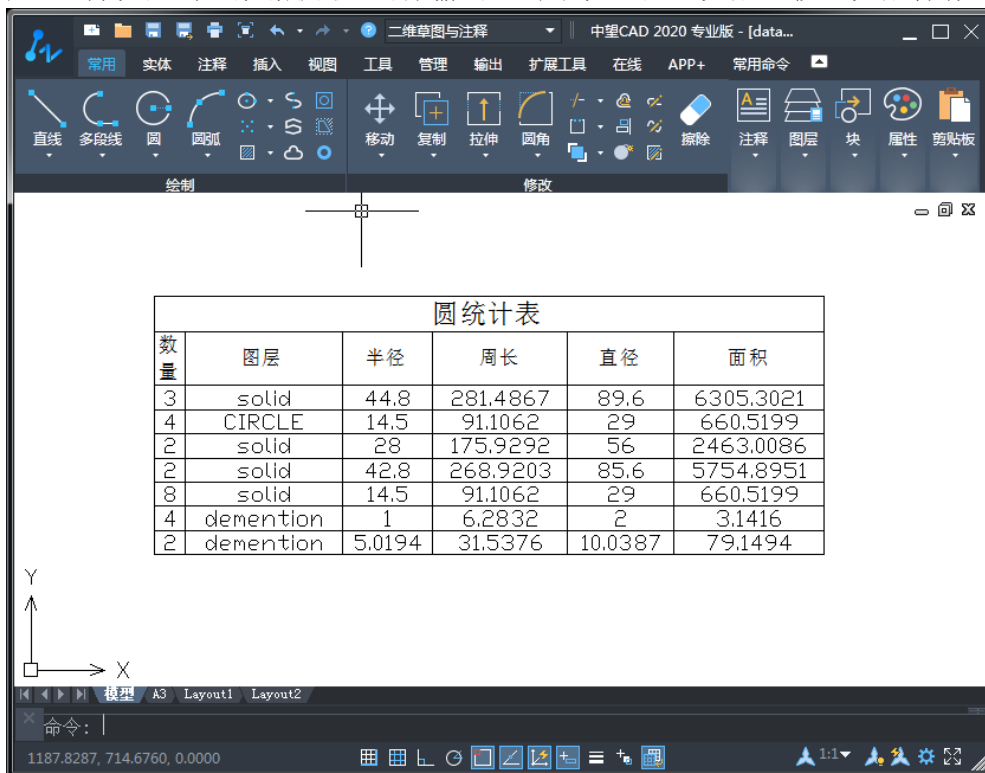

图 9-42 “数据提取-选择输出”对话框
f) 按一下【将数据提取处理插入图形】按钮，中望 CAD 会临时关闭“数据提取-选择输出”对话框，跳到绘图区域，如图 9-42 所示。点击一点确定表格插入的位置后，再次回到“数据提取-选择输出”对话框，点【完成】按钮完成操作。